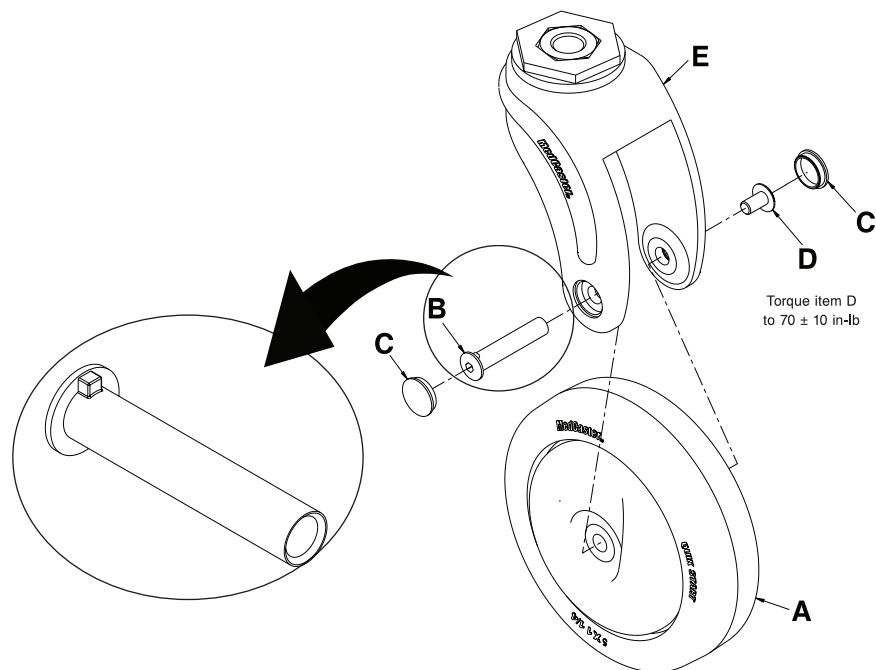

Abbildung 3-25: Austausch der vorderen Schwenkrolle (nur Rad)
2. Mit einem Dorn die Abdeckungen von den Zylindermuttern der Schwenkrollenachse (C) entfernen und diese aufheben (Abbildung 3-25 auf Seite 3-43).
3. Mit zwei 5/32-Zoll-Sechskantschlüsseln die Zylindermutter (B) und Schraube (D) der Achse entfernen. Zylindermutter und Schraube der Achse aufheben. Die Achsschraube (D) beim Wiedereinbau mit einem Drehmomentschlüssel mit 3/8-Zoll-Antrieb auf  $70 \pm 10$  in-lb ( $8 \pm 1,1$  Nm) festziehen.
4. Die Schwenkrolle (A) fassen und nach außen ziehen, um die Rolle aus der Gabel (E) zu entfernen. Die Rolle entsorgen.
**Hinweis:** Die Zylindermutter der Achse (B) ist am Bund mit einem Vorsprung versehen (Abbildung 3-25 auf Seite 3-43). Beim Wiedereinbau muss die Mutter in der Gabel der Schwenkrolle (E) korrekt ausgerichtet werden.